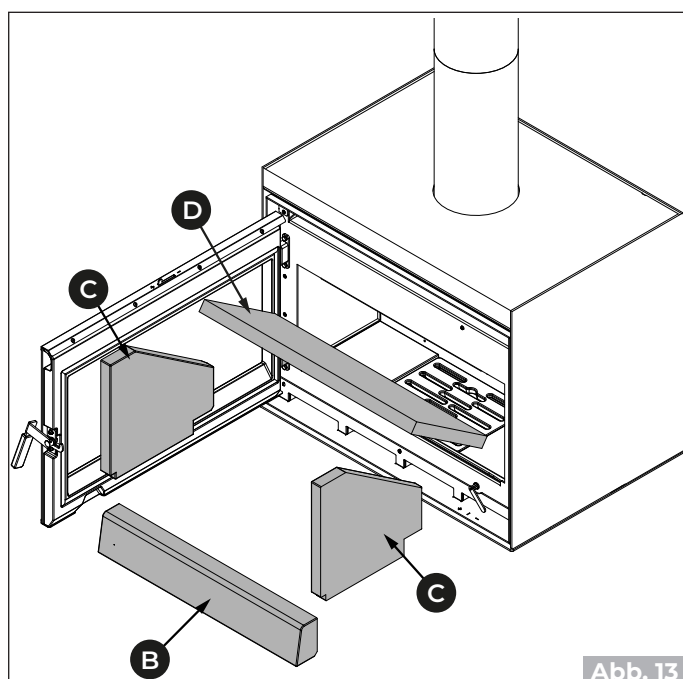
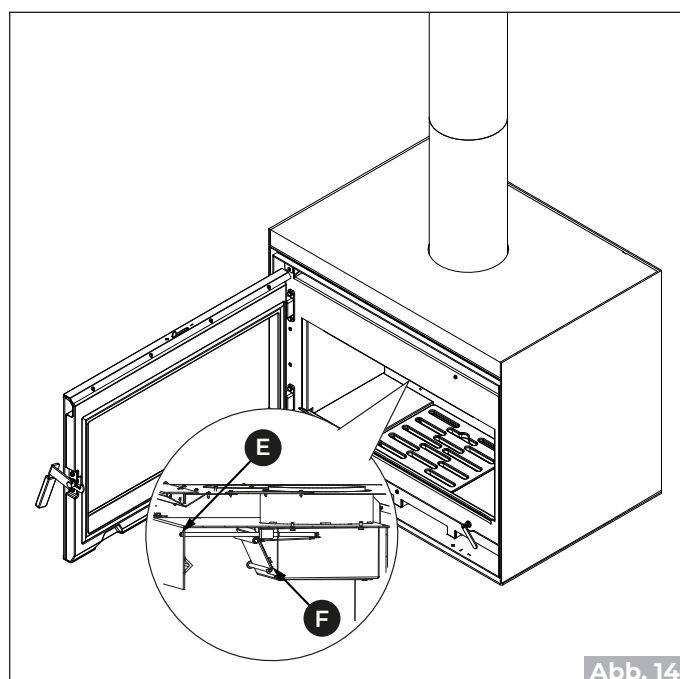

Abb. 13
Abb. 14
Das Gerät wird mit bereits eingestelltem Bypassventil (**F**) am Anschlag am Gehäuse geliefert (**Abb. 14**). Sollte die Einstellung nicht optimal sein, das Ventil so einstellen, dass eine gute Verbrennung gewährleistet ist.
1. Der Reihenfolgen nach folgende Elemente entfernen: die Bodenwand (**B**), die Seitenwände (**C**) und den oberen Deflektor (**D**) (**Abb. 13**).
2. Die Schraube (**E**) lösen, um das Bypassventil (**F**) am Anschlag des Gehäuses zu positionieren (**Abb. 14**).
Tür öffnen, Deflektor (D) anheben und das Blech der Nachverbrennung (A) entfernen (Abb. 13). Der Reihenfolgen nach folgende Elemente entfernen: die Bodenwand (B), die Seitenwände (C) und den oberen Deflektor (D) („Abb. 14“) (Abschnitt „Einstellung des Bypass-Ventils“).